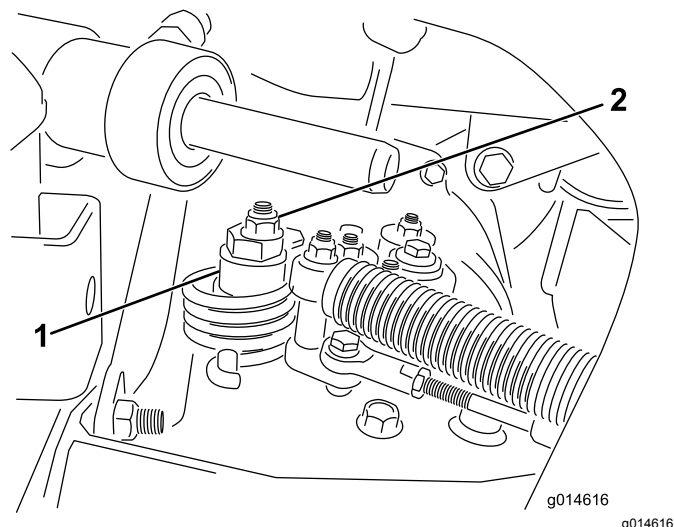

Figure 35
A. Desserrez l'écrou de fixation de l'excentrique en haut de l'hydrostat (Figure 35).
- C. Tournez l'excentrique jusqu'à ce que la roue ne tourne plus dans aucune direction. Lorsque la route arrête de tourner, serrez l'écrou pour bloquer l'excentrique et le réglage (Figure 35). Vérifiez le réglage avec la commande d'accélérateur en position BAS RÉGIME, puis HAUT RÉGIME.